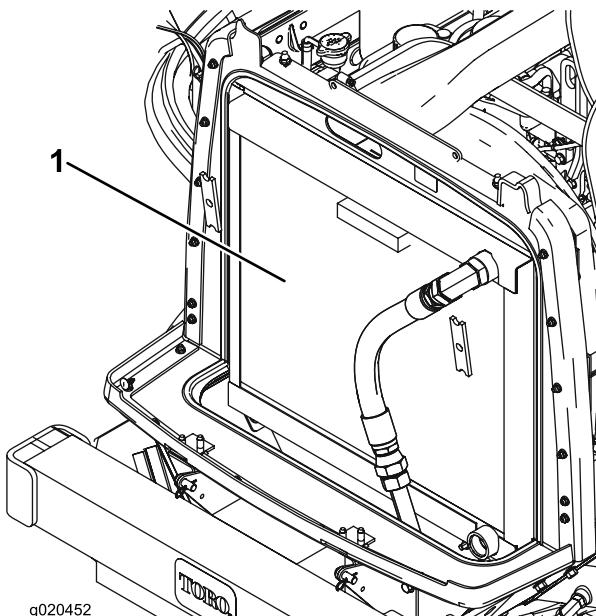

Figura 62
2. Limpie a fondo ambos lados de la zona del radiador/enfriador de aceite (Figura 62) con aire comprimido. Empezando en la parte del ventilador, sople los residuos hacia la parte trasera. Luego, limpie desde atrás, soplando los residuos hacia adelante. Repita este procedimiento varias veces hasta eliminar todos los residuos.